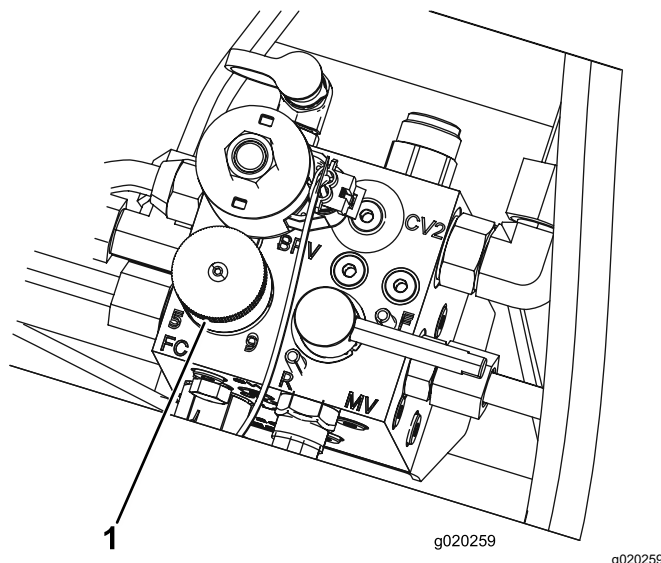

Figura 43
5. Rotiți butonul (**Figura 43**) colectorului mainii de tuns iarba până când săgeata indicatoare este aliniată cu numărul vitezei cilindrului pe care l-ați determinat în pasul 3.